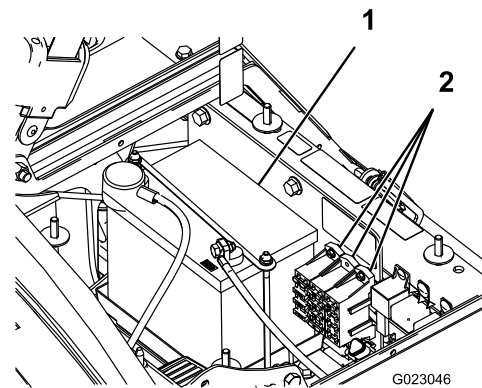

Figura 46
Hay 2 bloques de fusibles y 1 zócalo vacío en el sistema eléctrico. Se encuentran debajo del asiento (Figura 46).
2. La batería está situada en el lado derecho de la máquina, detrás de la bomba (Figura 46).
5. Retire el dispositivo de sujeción de la batería y los herrajes (Figura 46).
2. Instale el dispositivo de sujeción de la batería, fijándolo con los herrajes que retiró anteriormente (Figura 46).
4. Instale la tapa de la batería y fíjela con los 2 pomos (Figura 46).
1. Afloje los pomos de los lados de la caja de la batería y retire la tapa de la batería (Figura 46).